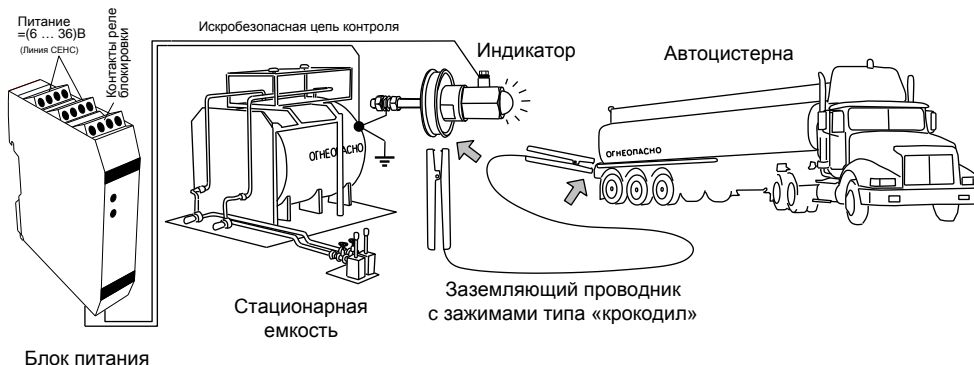

Рисунок 1
1.1.2 Устройство УЗА-24В-ЛИН-Р устанавливается на пункте слива-налива (рисунок 1).